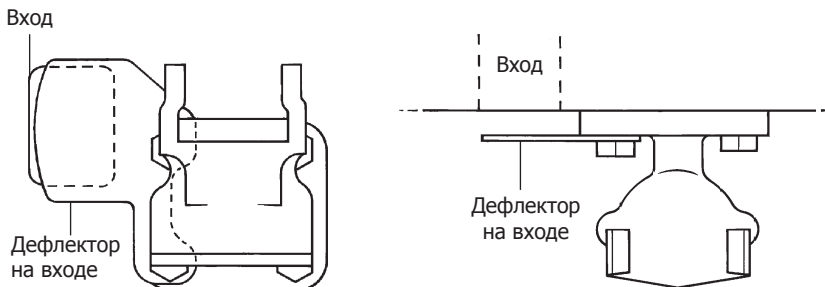

Рис. 10
- Отдайте 4 болта или гайки (7).
- Снимите сборку главного клапана (5) и прокладку (6).
- Установив новую прокладку седла (6), поставьте на место сборку главного клапана (5), включая дефлектор (см. рис. 10 и 11).
- Полностью затяните винты (7) рекомендуемым усилием.